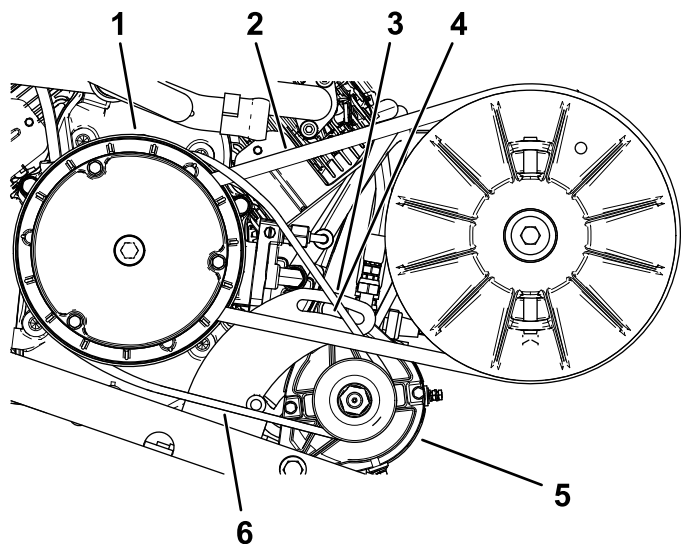

Figure 71
4. Appuyez sur le levier pour faire pivoter le démarreur vers le bas dans la fente jusqu'à ce que la tension de la courroie produise une flèche de seulement 6 mm quand une force de 44 N·m est appliquée (Figure 71).
5. Serrez l'écrou de pivot à la main et enlevez le levier (Figure 71).
2. Desserrez l'écrou de pivot du démarreur-alternateur (Figure 71).